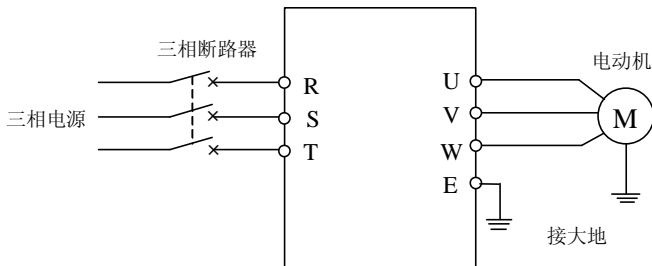

图 4-1 简单运行接线图
- ① 按图 4-1 接线；
- ② 确认接线无误后合上电源开关，接通电源，变频器先显示“PoFF”，稍后显示“0”；
- ③ 选择变频器控制方式 ([F0.0]=0, V/F 控制；[F0.0]=1, 无感矢量控制)；
- ④ 确认频率设定通道为面板数字设定方式（[F0.1] = 0）；
- ⑤ 根据变频器拖动电动机的额定铭牌数据，采用 V/F 控制方式时，需对参数[F1.3]、[F1.4]进行设置；采用矢量控制方式时，需对参数[F1.15]~[F1.18]进行设置。
- ⑥ 按  键启动变频器，变频器输出 0 频率，显示“0.0”；
- ⑦ 按  键的 UP 功能，增大设定频率，变频器的输出频率增加，电机转速加快；
- ⑧ 观察电机的运行是否正常，若有异常立即停止运行，并断电，查清原因后再运行；
- ⑨ 按  键的 DOWN 功能减小设定频率；
- ⑩ 再按  键停止运行；并切断电源开关。